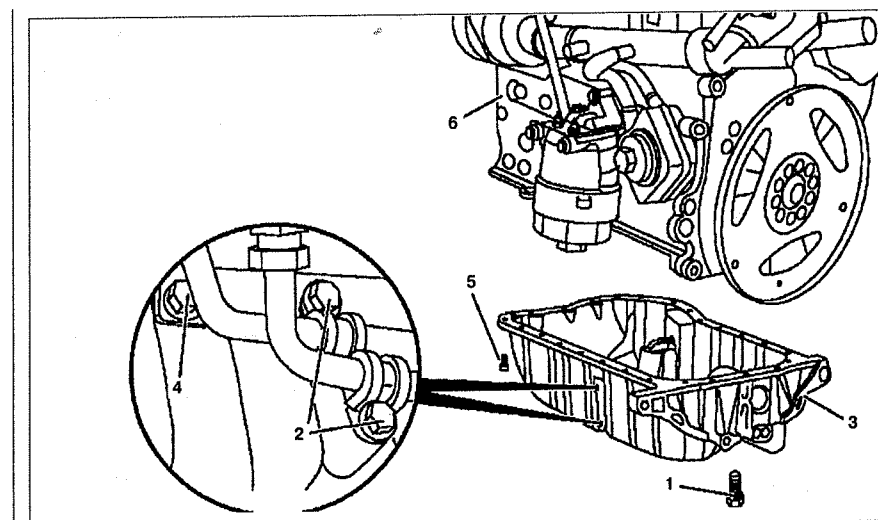

Рис. 3.27. Поддон двигателя:
2. Открутите болты 2 крепления маслопроводов коробки передач к поддону 3 (см.рис.3.27).